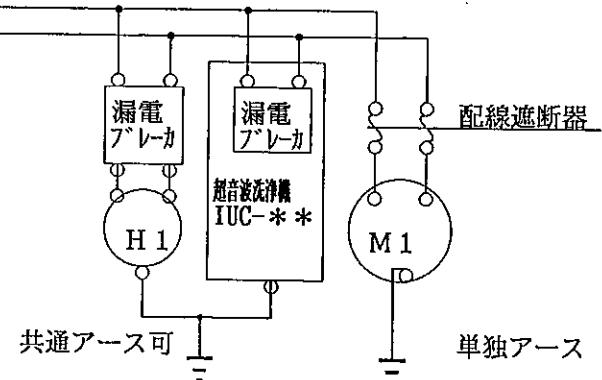

図3-1.
①本機は漏電ブレーカを使用していますが、第三種接地工事によるアースは必要です。
②漏電ブレーカと配線遮断器が混在する回路では、共通接地線は取れません。図3-1. 参照